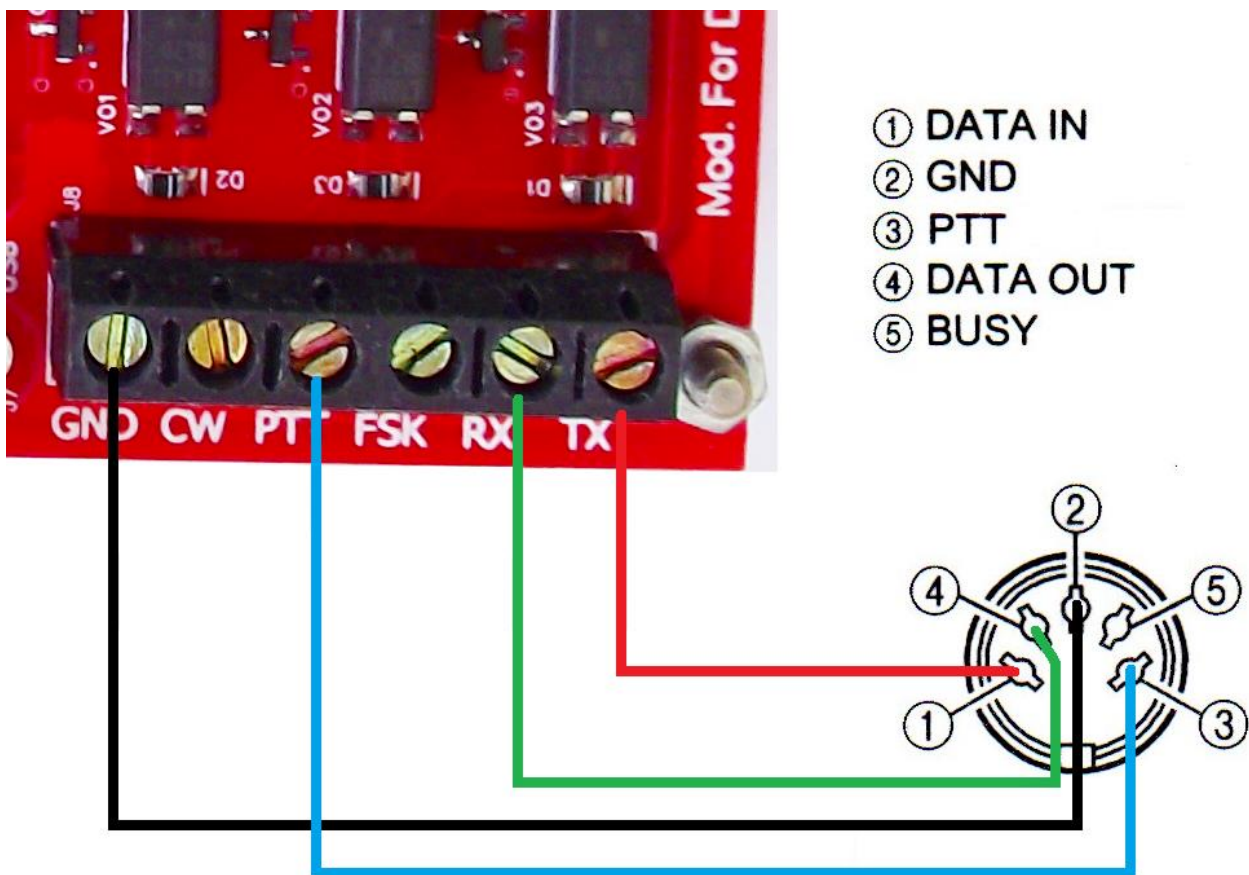
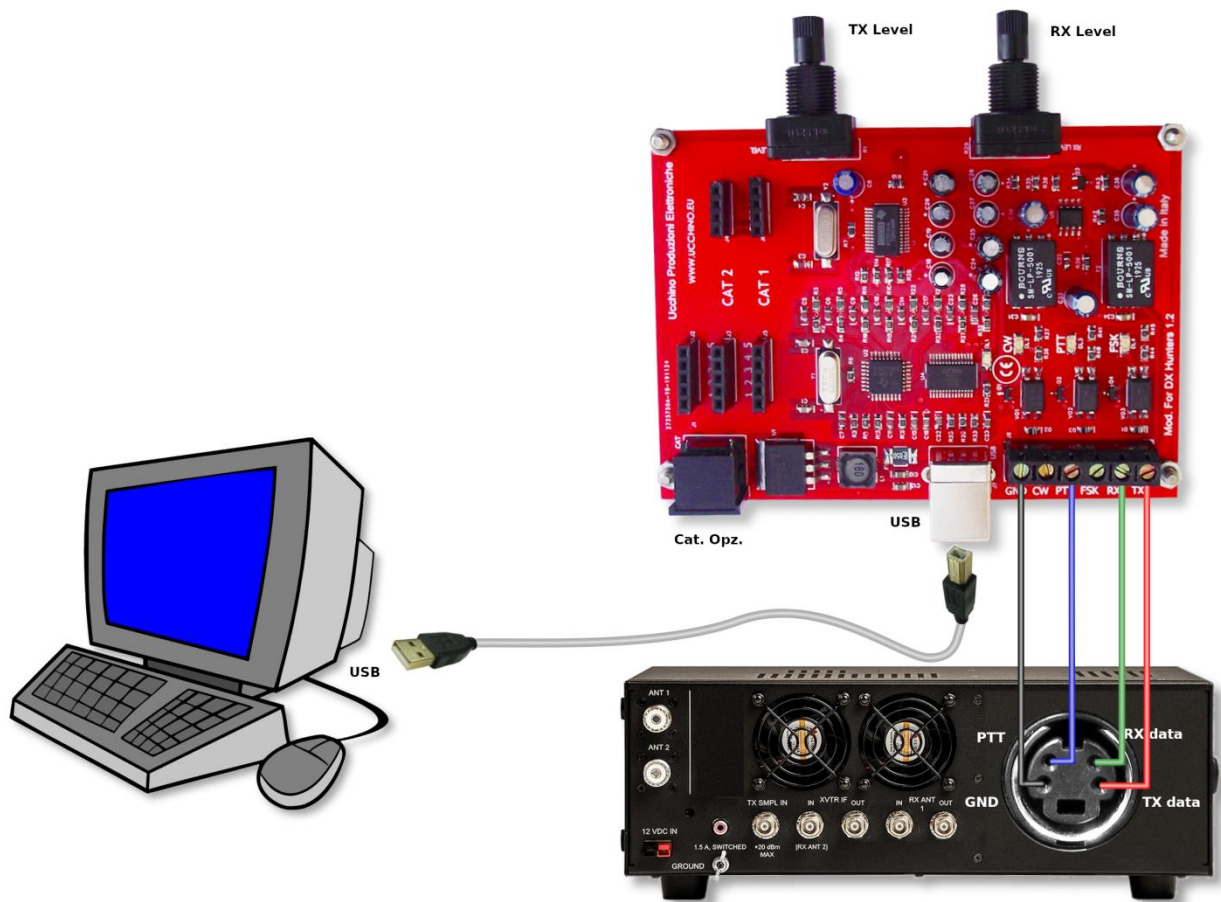

Figura 3
Figura 4
Per prima cosa, procureremo un cavo usb (preferibilmente schermato e di buona qualità) di tipo B da innestare da un lato alla porta USB del computer e dall'altro alla presa USB dell'interfaccia. Poi predisporremo tutto il necessario per effettuare le connessioni tra l'interfaccia e il ricetrasmittitore, ci serviranno: un pezzo di cavo schermato a 4 fili più calza (preferibilmente di lunghezza inferiore a un metro) e poi un connettore compatibile con la presa dati del transceiver. Dopo aver procurato il materiale necessario per effettuare il cablaggio, provvederemo ad effettuare le connessioni, esattamente come riportato nelle figure 3 e 4. Per operazioni in afsk, i pin da collegare sono 4: (1) Massa, (2) Ptt, (3) Rx Data e (4) Tx Data. Come si può vedere dalla figura 3, sia sul connettore dell'interfaccia che sulla pagina del manuale che riguarda la porta dati della radio, è presente la piedinatura con le medesime scritte. Quindi dovremo connettere i 2 pin Ptt (di interfaccia e porta dati), i due pin Gnd (di interfaccia e porta dati), i due Rx data e i due Tx data. La figura 3 non lascia spazio a dubbi. La figura 4 invece, indica come si effettua il cablaggio della scheda nel suo complesso, facendo riferimento sia alla connessione interfaccia – radio che a quella interfaccia – pc. Per ciò che concerne la connessione interfaccia – pc, l'unica operazione da compiere sarà quella di connettere il cavo usb (figura 4).
- 6. Preparare preventivamente il 2 cavi di connessione, come rappresentato in figura 4;**